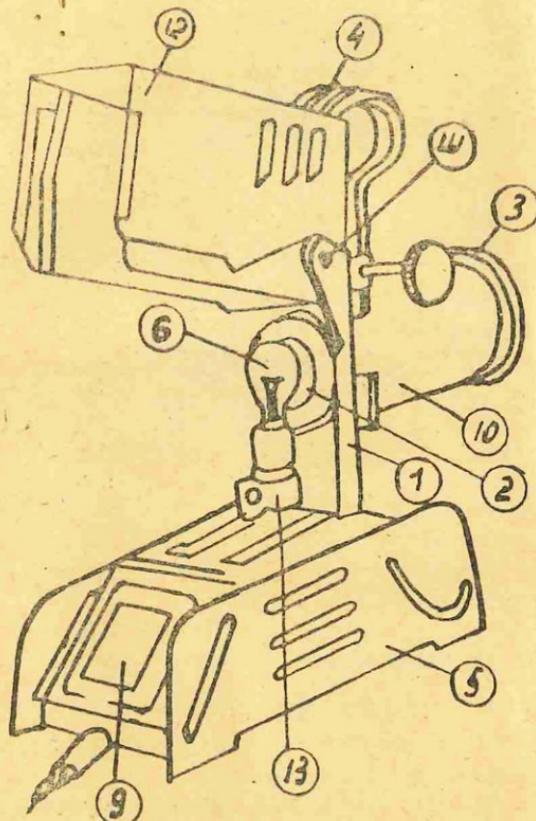

Рис. 2.
5. Лампочка 6 вольт, 15 свечей одноконтактная (6) (рис. 2), вставленная в патрон «Сван» и укрепленная посредством хомутика (13), приваренного к стойке корпуса (1). К аппарату прилагается одна запасная лампочка.
6. Подвижная часть корпуса (12) (рис. 2), которую можно удобно открывать, вращая вокруг шарнира (III) для установки лампочки и для удаления пыли с поверхности линзы конденсора.